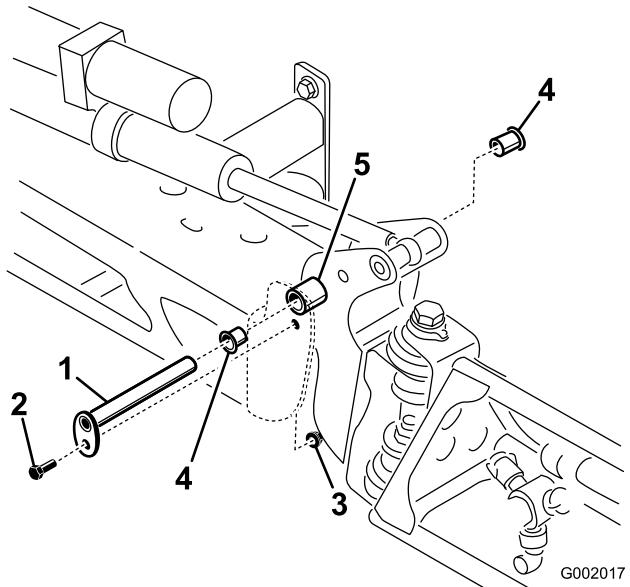

図 60
- ブームを支えておきながら、ピボット・ピンをブーム・アセンブリに固定しているボルトとナットを取り外す(図 60)。ピボット・ピンを取り外す。
5. ナイロン・ブッシュを取り外し、ピボット・ブラケットの前面および後面側から見て点検する(図 60)。磨耗したり破損したりしている場合は交換する。
7. センター・フレームにブーム&ピボット・ブラケット・アセンブリを取り付け、開口部を整列させる(図 60)。